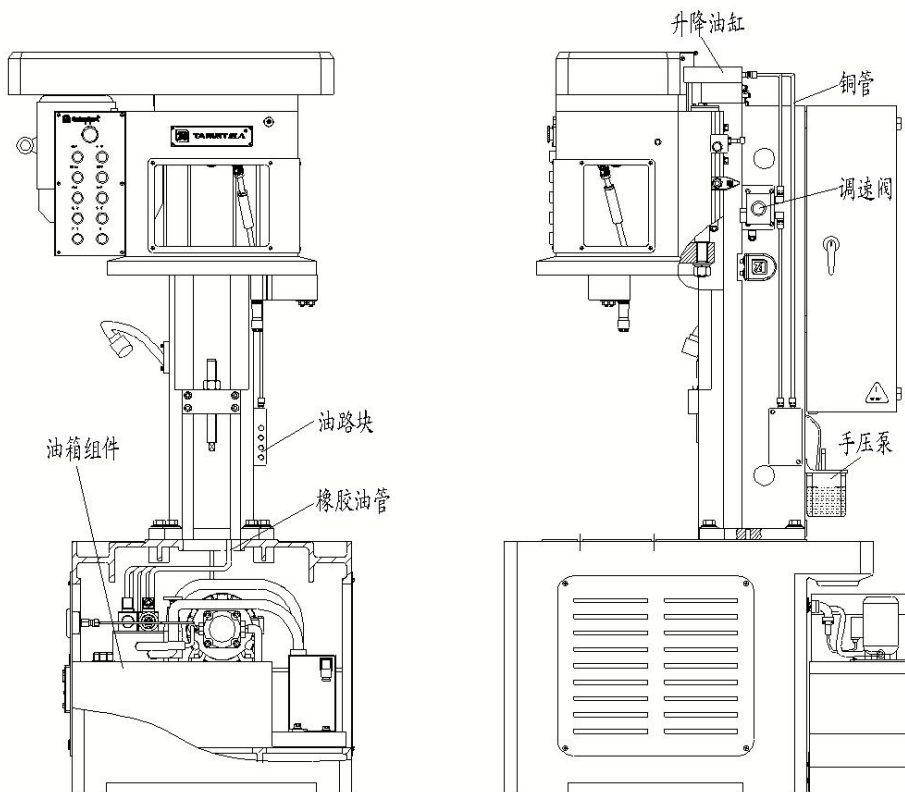

图 15 液压油路图
闭合电源（QS1）和（QS2）后，信号灯（EL）亮。在急停按钮（SB1）闭合的情况下可以对机床进行操作。首先是按“液压启动”（SB3）按钮，按钮上的绿色指示灯亮说明油泵已启动。按下“液压停止”（SB2）可以对油泵停止。在“液压启动”的前提下，按下“夹紧”（SB5）按钮，对工件夹紧方可工作，按“松开”（SB4）按钮，可松开工件。在工件夹紧的情况下，按“工作”（SB7）按钮，油缸使传动机架向下运动，主电机工作带动钻头转动，传动机架下降一段行程后，调速阀碰块与液压行程调速阀接触，使传动机架运动由快速向下运动转为慢速向下运动，钻头开始切削，进入切削状态，通过旋转液压行程调速阀旋钮，可以改变下行速度快慢，移动液压速度碰块位置可以改变传动机架快进工进的行程，当钻头切削结束时：行程下限位调节块碰到行程开关，机头反向上行，当行程上限位调节块碰到接近开关时，机头停止上行，移动行程上/下限位调节块，可以改变机头上/下行位置。旋转节流阀旋钮，可以调节机头下行速度。（见 P14 图 15）
5. 液压油路图。见图 15